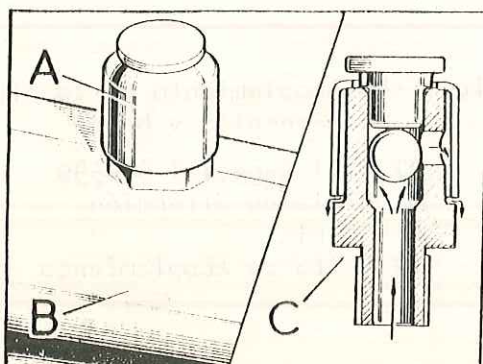

Fig. F-44 Válvula de ventilación del cárter del eje
- a) Montar la válvula respiradero, A (Fig. F-44) aplicando previamente a la - rosca, dos vueltas de cinta de teflón.